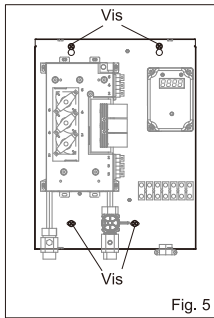

Fig. 5
**Remarque:** assurez-vous que la surface de montage est solide et ferme et assurez-vous que l'appareil est élevé avant de serrer les vis (Fig.5).